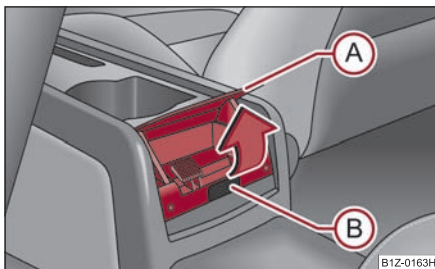

Fig. 117 Consola central baja: Cenicero trasero
- Debe asir la tapa del cenicero por el borde inferior (A) y abrirla en el sentido de la flecha ⇒ fig. 117.